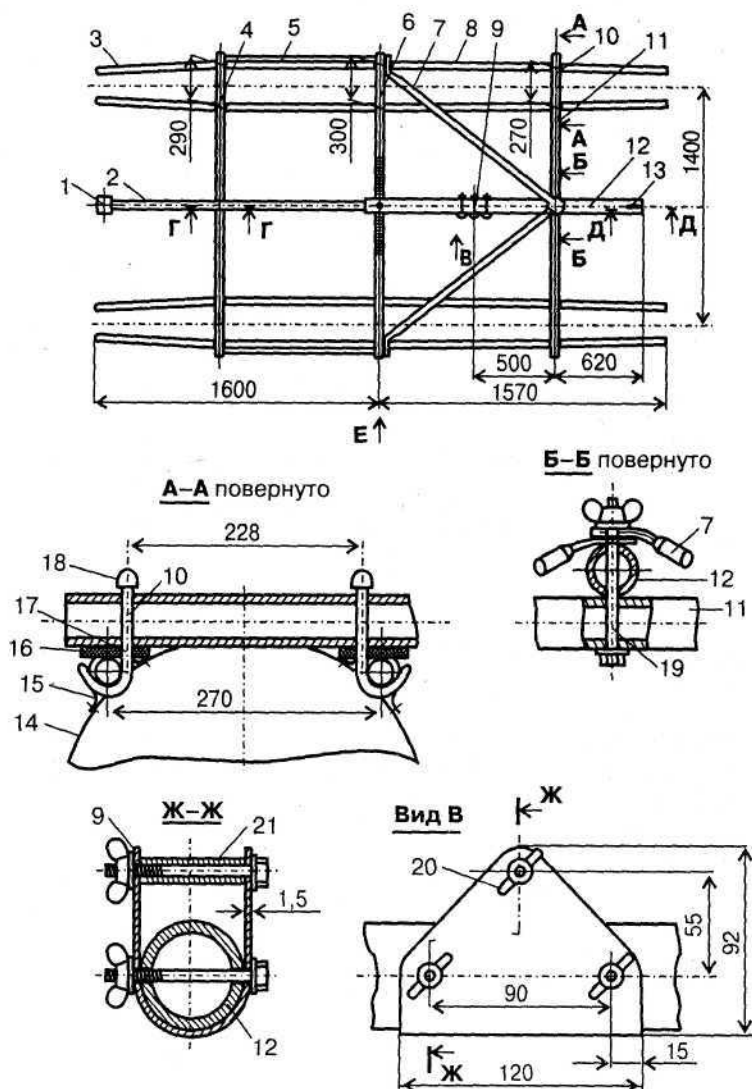

**Рис. 68. Раскрой обтекателя поплавка:** 1 — шов; 2 — карман стрингера; 3 — вырез под гак узла крепления
**Обтекатель** сшивается, как показано на рис. 68. При появлении поперечных гофров или пузырей из-за неточностей раскроя готовый обтекатель надувают с помощью, например, пылесоса. Дефектные места отмечают и забирают с изнан-